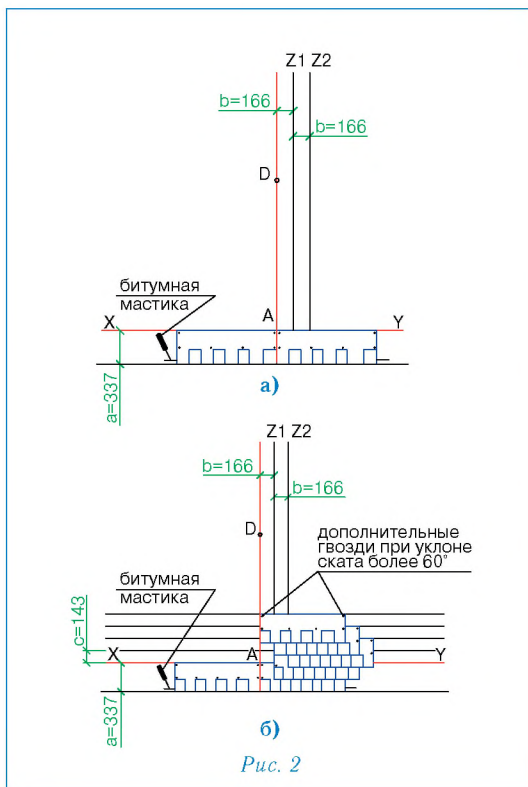

Рис. 2
Укладка материала (рис. 2)
- первый ряд черепицы укладывается от линии AD (рис. 2а);
- второй ряд укладывается от линии Z1 (со смещением 16,6 см от AD) (рис. 2б);
- третий ряд укладывается от линии Z2 (со смещением 16,6 см от Z1) (рис. 2б);
- четвертый ряд — от линии Z1 (рис. 2б);
- пятый ряд — от линии AD (рис. 2б);
Каждый лист черепицы АЛЯСКА крепится 4 гвоздями таким образом, чтобы гвоздь прошивал и верхний край нижележащего листа черепицы АЛЯСКА (рис. 2а,б).